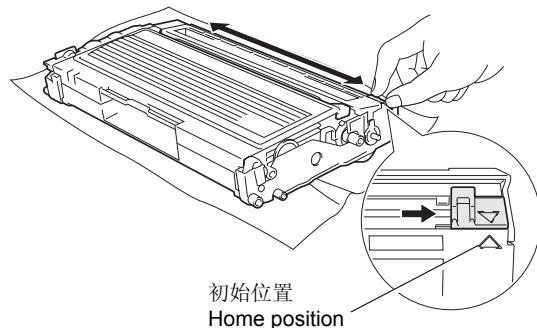

图. 5-14
- \* 确保将硒鼓/墨粉组件重新装入打印机前，硒鼓/墨粉组件上的电晕丝清洁器返回到初始位置（▼标记位置），否则打印页可能出现垂直条纹。（请参照图 5-14）